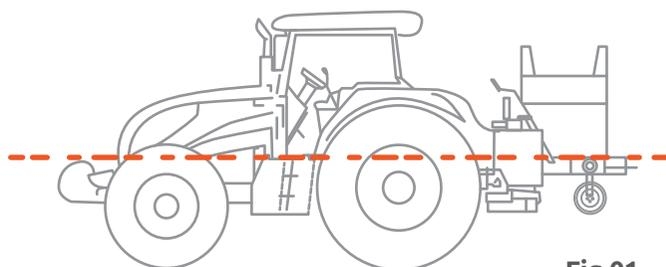

Fig.01
3. Levante a máquina até que a saída da tomada de potência fique na mesma altura da entrada da máquina (fig.01);